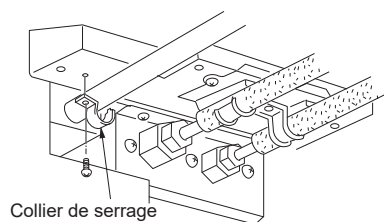

Fig. 5-5
- Connectez la pièce de raccordement du tuyau d'écoulement à l'aide d'un adhésif de la famille des PVC avant d'installer le collier de serrage. (Fig. 5-5)
- (A) Appareil intérieur